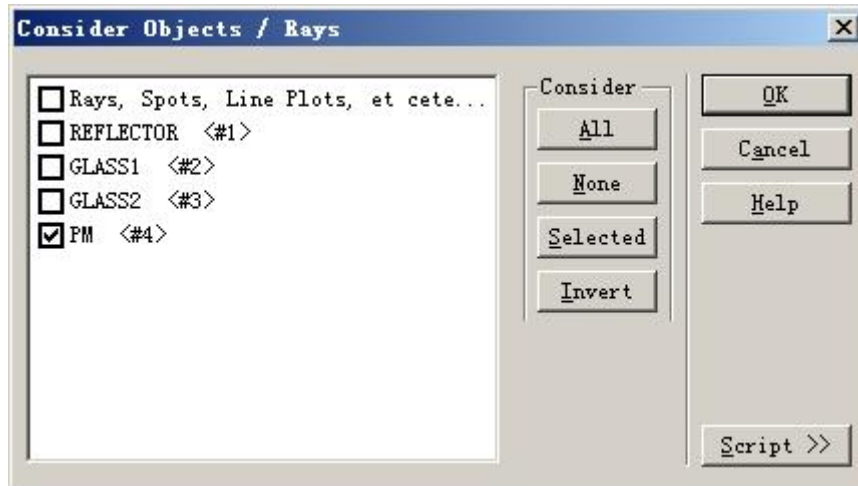

图 2.2-6
- (5) 选择菜单 Analysis →Choose Rays→Consider, 如图 2.2-6, 仅选择 PM(屏幕)→OK。